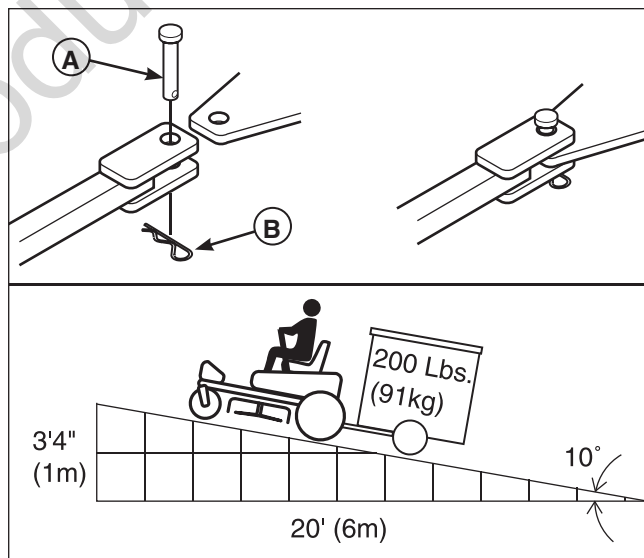

Figura 19. Recomendaciones de peso del remolque
El peso máximo de un remolque debe ser menor a 200 lbs (91kg). Asegure el remolque con un pasador de horquilla (A, Figura 19) y una horquilla (B) del tamaño adecuado.